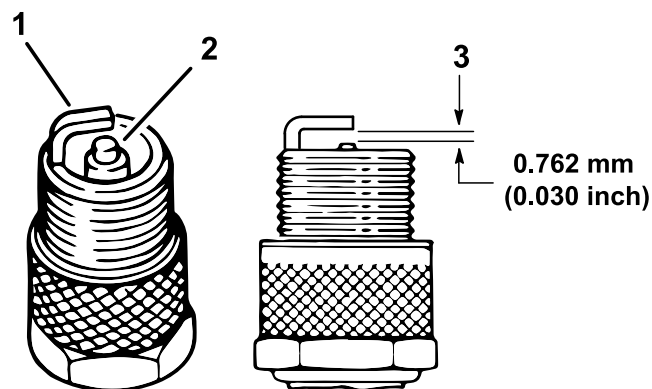

Figura 37
- Controllate le condizioni degli elettrodi laterale e centrale, e dell'isolatore dell'elettrodo centrale, per accertare che non siano danneggiati (Figura 37).
- Impostate la distanza tra il centro e il lato degli elettrodi a 0,762 mm, come illustrato nella Figura 37.